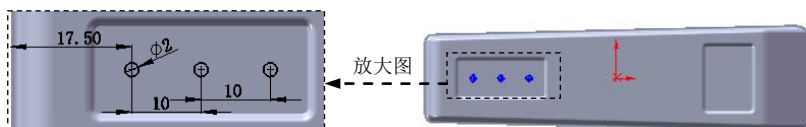

图 12.2.44 横断面草图
② 定义横断面草图。在草图环境中绘制图 12.2.44 所示的横断面草图。
(3) 定义切除深度属性。在“切除—拉伸”对话框 **方向 1** 区域的  下拉列表中选择 **给定深度** 选项, 选中 ☒ **与厚度相等(L)** 复选框。其他选择默认设置值。
(4) 单击  按钮, 完成切除—拉伸 2 的创建。